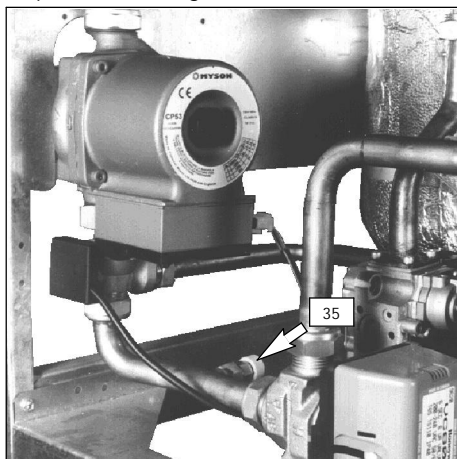

fig. 7.4
- 2 Allentare il rubinetto di svuotamento circuito primario (35 in fig. 7.4).